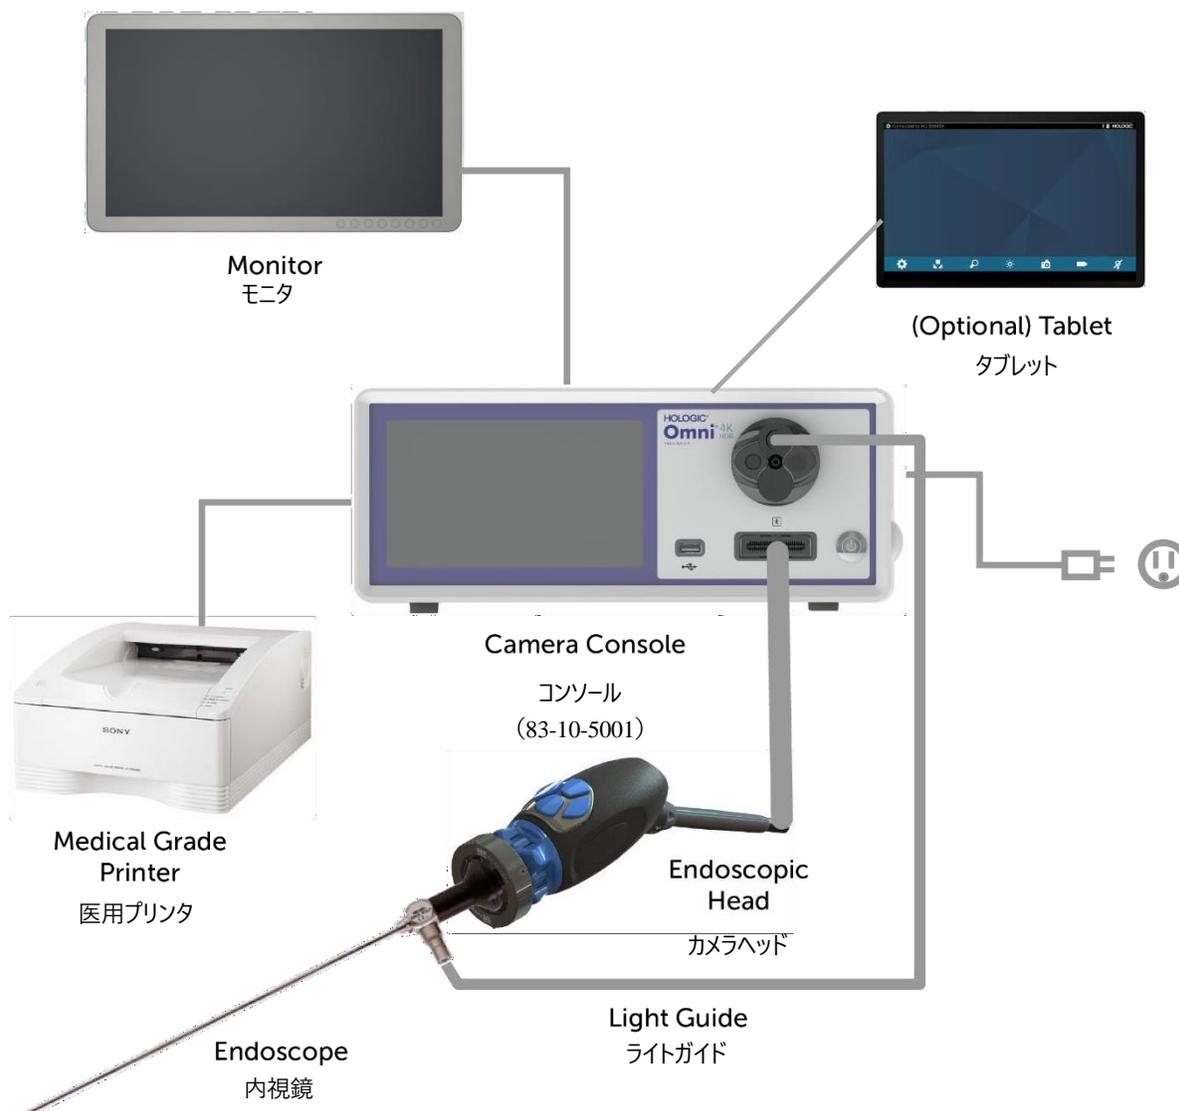

図 1：据付け／システムのセットアップ
参考として、標準的な据付け状態を図 1 に示します。
- その他の対応機器を接続する場合は、図 1 及び背面パネルの表示を参照してください。